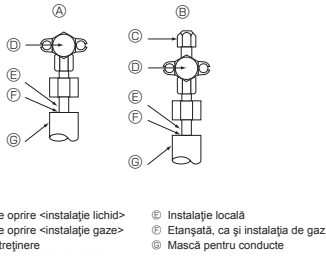

Fig. 5-4
5.4. Metoda de testare a etanșeității conductei pentru agentul frigorific (Fig. 5-4)